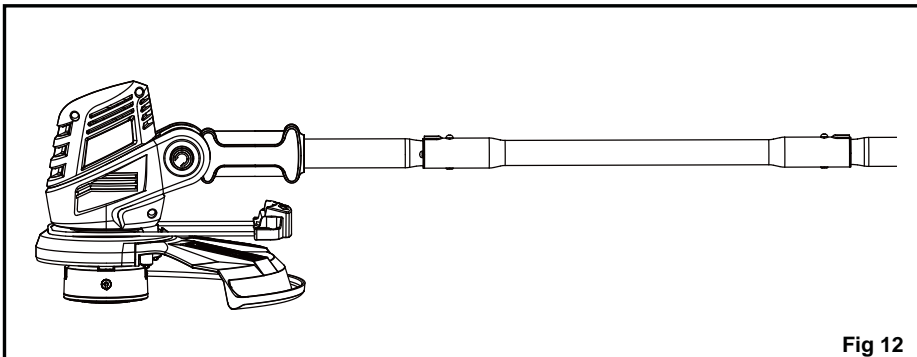

Fig 12
1. Ajuste la posición del cabezal de la recortadora para asegurarse de que el eje quede paralelo al protector para escombros como se muestra (Fig. 12).